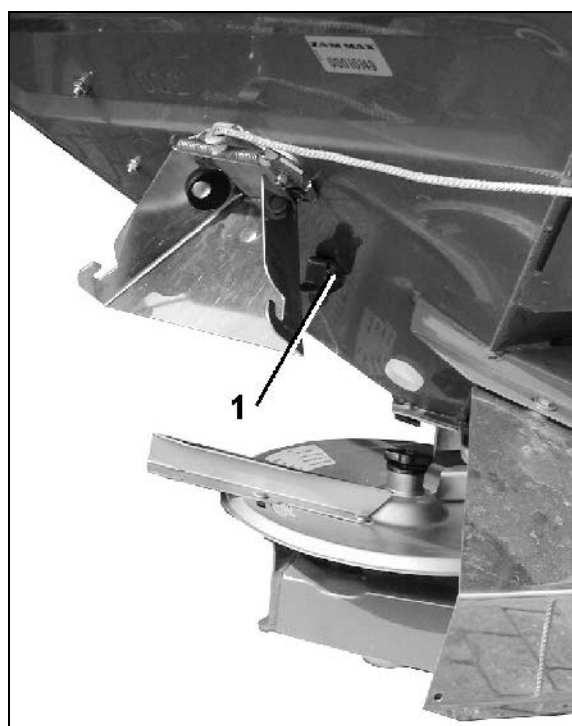
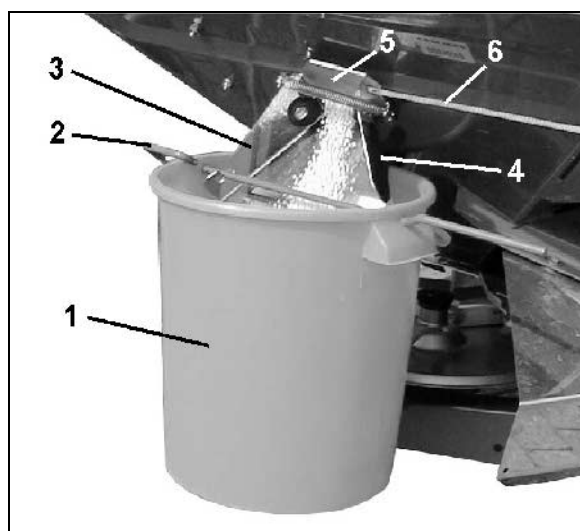

Fig. 50
Fig. 51
1. Heng opp samlebeholderen (Fig. 51/1) på utløpsrennen (Fig. 51/3) ved hjelp av bøylen (Fig. 51/2). La samlebeholderen gå i spor i klemanordningen (Fig. 51/4 og Fig. 50/1).
2. Hold sidespjeldet (Fig. 51/5) på utløpsrennen helt åpent i ca. 5 sek ved hjelp av en snor (Fig. 51/6) (for å sikre en jevn gjødselstrøm). Tøm så den oppsamlede gjødselmengden tilbake i sprederen.